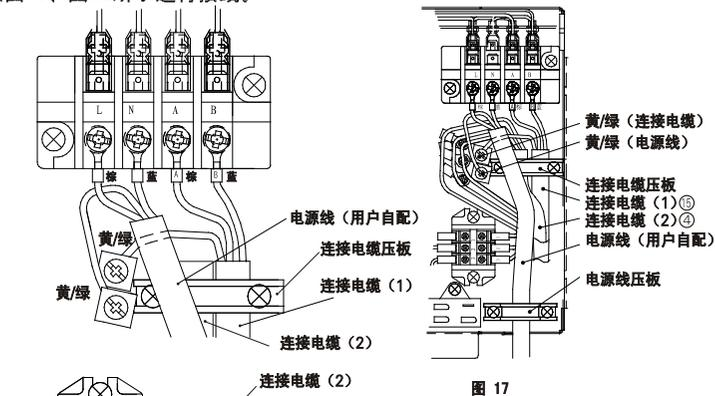
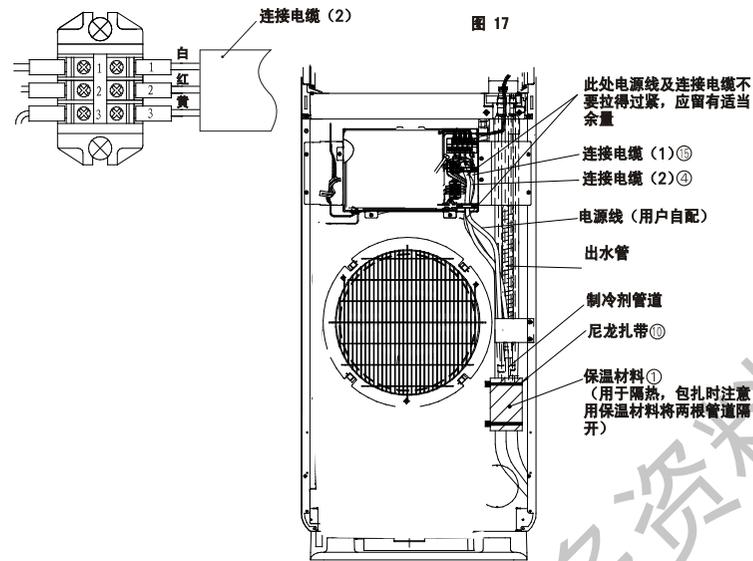

图 17
图 18
(2) 按图17、图18所示进行接线。
- (3) 必须将黄/绿芯线接至带有“⊕”标志的端子上。
- (4) 将电源线、连接电缆用电线压板压紧, 以防止接线端子受力后脱落。
- (5) 将制冷剂管道用附件⑩尼龙扎带按图18要求扎起来。
- (6) 将电源线、连接电缆(1)、(2)从制冷剂管道外连接管通过的管道孔穿过, 且如果从后板或左右侧板穿过, 管道孔必须装上管道护孔环, 以防电源线、连接电缆破损发生漏电危险。
- (7) 室内电源必须安装空气开关。